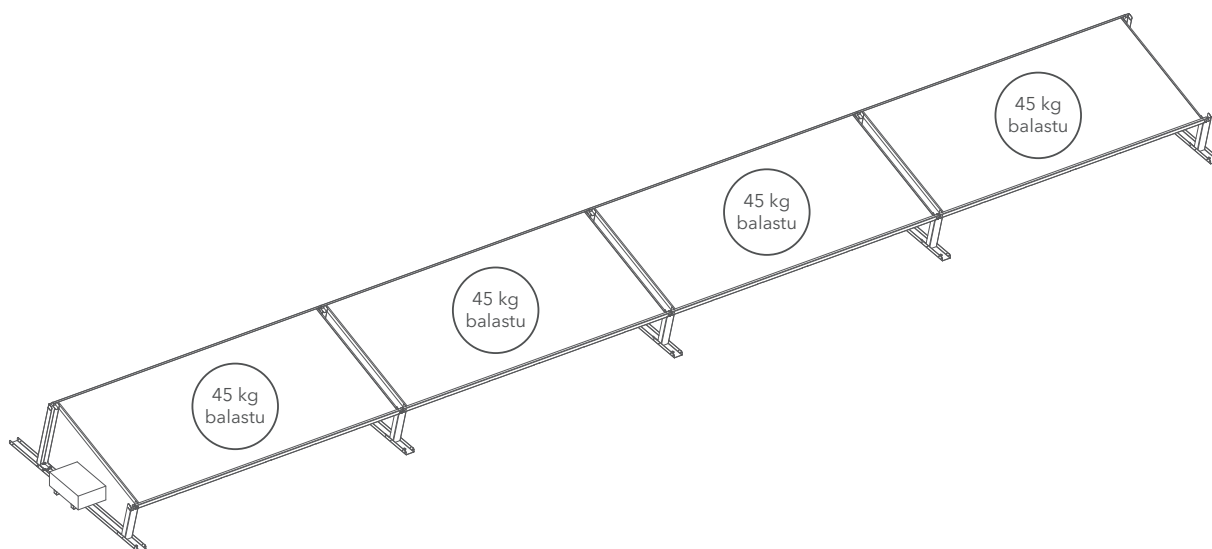

Rys. 7. Rozmieszczenie balastu na dwa rzędy paneli fotowoltaicznych
- 7** Jeżeli będą występować dwa rzędy paneli fotowoltaicznych to na jeden panel przypada 12,5 kg balastu (Rys. 7).